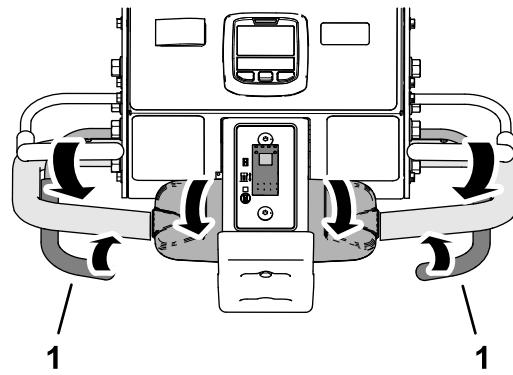

Bild 94
3. Schließen Sie entweder den linken oder rechten Aerifizierbügel (Bild 94).